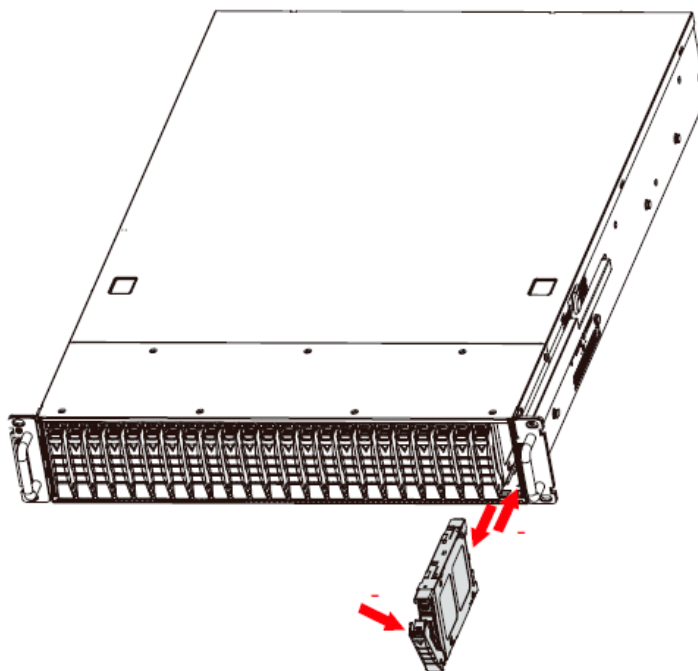

Рисунок 21 – Установка накопителей 2,5” на передней панели сервера
- Вытащите каретку для дисков из корпуса (см. Рисунок 21,22).